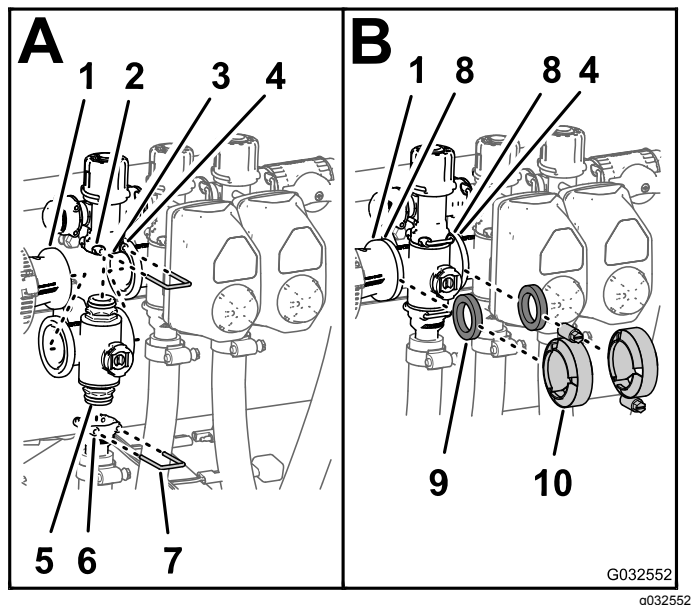

图116
1. 将歧管阀的上端盖接头插入旁通阀接头图 116 A。
- 将卡环插入旁通阀接头的插槽从而将端盖接头固定至旁通阀接头图116 A。
- 将出口接头组装到歧管阀的下端盖接头上图116 B。
- 将卡环插入出口接头的插槽从而将端盖接头固定至出口接头图116 A。
- 在异径管连接头凸缘与喷洒臂段阀歧管之间放一个垫片图116 B。
- 以手动夹紧夹具的方式组装异径管连接头、垫片和喷洒臂段阀歧管图116 B。
- 如果要安装最左边的2个喷洒臂段阀请在两个相邻喷洒臂段阀歧管的凸缘之间放一个垫片图116 B。
- 使用夹具组装2个相邻喷洒臂段阀歧管和垫片并用手工夹紧夹具图116 B。